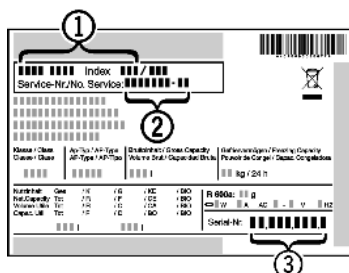

Fig. 17
- ▶ Apparaataanduiding Fig. 17 (1), service-nr. Fig. 17 (2) en serie-nr. Fig. 17 (3) van het typeplaatje aflezen. Het typeplaatje bevindt zich aan de linkerkant binnen in het apparaat.
- ▶ Contact opnemen met de Technische Dienst en het probleem, apparaataanduiding Fig. 17 (1), service-nr. Fig. 17 (2) en serie-nr. Fig. 17 (3) mededelen.